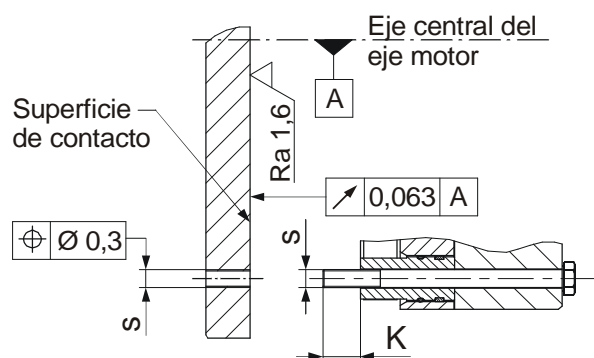

Fig. 8
- ❑ En las versiones con buje deben dimensionarse los ajustes de la perforación de buje (15) y del eje de tal manera que la dentadura de cubo (15) no será ensanchada. Un ensanchado de la dentadura provoca un apriete del rotor (3) en el buje (15) y por lo tanto fallos funciones del freno. Adaptación recomendada de buje - eje H7/k6. Cuando se calienta el buje (15) para facilitar su colocación, debe retirarse primero la junta tórica (16) y realizarse primero el montaje de buje. No se debe pasar la temperatura de colocación máx. permitida de 200 °C.
- ❑ Se debe realizar un dimensionamiento de la unión de chaveta en función de los requerimientos del diámetro de eje, el par transmisible y las condiciones de servicio. Para ello deben conocerse los datos correspondientes del operador o bien el dimensionado se realiza sobre la base de los fundamentos de cálculo vigentes en la norma DIN 6892. Para el cálculo debe dimensionarse la calidad del buje con  $Re = 300 \text{ N/mm}^2$ . El largo de soporte de la chaveta debe cubrir todo el buje (15).
- ❑ Las medidas de montaje y las rosca de empalme deben proporcionarse con una profundidad  $K + 2 \text{ mm}$  ( $K$  = saliente de tornillo) según el catálogo, o bien según el dibujo de instalación general correspondiente (Fig. 8).